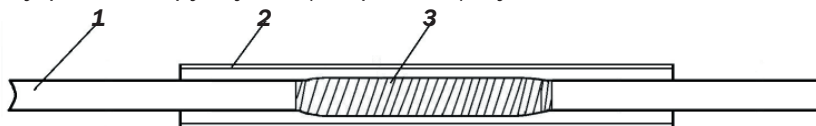

Рис. 17. Подготовка к усадке внутренней ТУТ:
5.18 Участки оболочки, на которые будут усаживаться трубки ТУТ тщательно обезжиривают и зачищают шлифовальной шкуркой. При этом зачищаться должны участки как под внутреннюю ТУТ, так и под наружную. На срезок надвигают внутреннюю трубку ТУТ (см. рис. 17) и усаживают её.